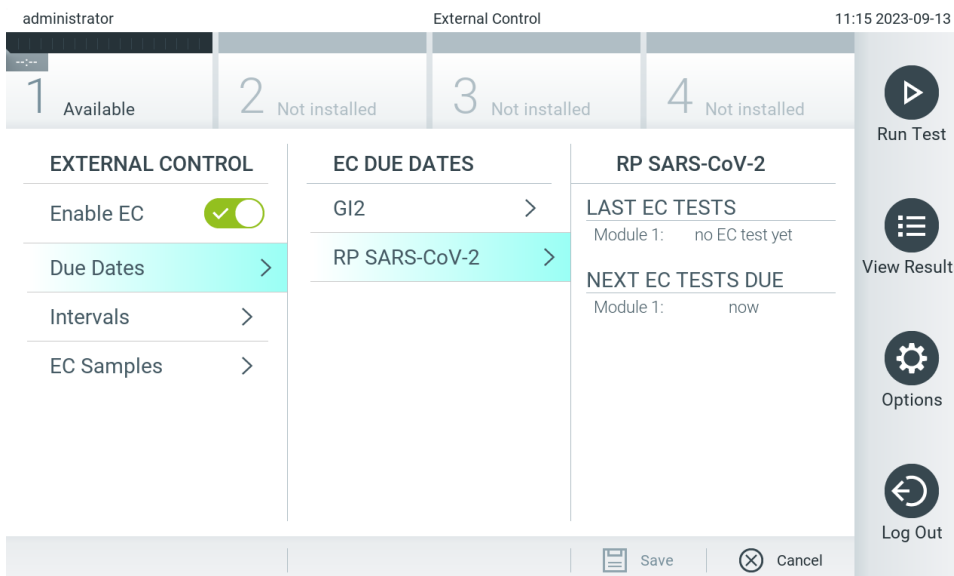

Figura 76. Ecranul External Control Due Dates (Date scadente substanțe de control externe).
7. Selectați **Due Dates** (Date scadente), apoi un test din listă pentru a vedea când a fost efectuată ultima testare a substanței de control externe, pe test și pe modul analitic, precum și data de scadență a următoarei testări a substanței de control externe (Figura 76).